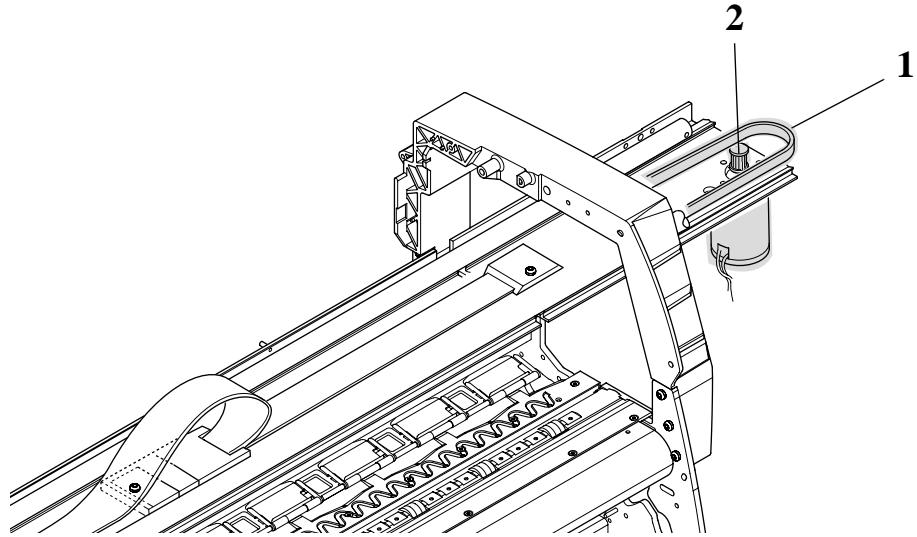

図34: テンショナアッセンブリ
- 3** プリンタ右側で、ベルトモータープーリー(部品2)からベルト(部品1)を取り外します(図34参照)。